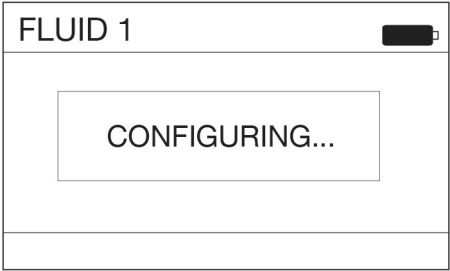

图 56
2. 按住显示屏的配置文件标签。配置文件标签有效时，配置（图 56）消息出现在显示屏上。